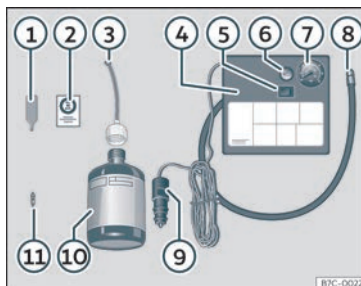

Fig. 31 Representação padrão: conteúdo do kit antifuros.
O kit antifuros está localizado na bagageira, por baixo do revestimento do piso. Inclui os seguintes componentes»» Fig. 31:
- Desenrosque a proteção e o obus da válvula do pneu. Utilize o aparelho»» Fig. 31 ① para retirar a carga. Coloque-o numa superfície limpa.
- Agite com força a garrafa de vedante de pneus»» Fig. 31 ⑩.
- Enrosque o tubo de enchimento»» Fig. 31 ③ na garrafa de vedante. O selo da garrafa partir-se-á automaticamente.
• Remova o tampão do tubo de enchimento >>> **Fig. 31 ③** e enrosque a extremidade aberta do tubo na válvula do pneu.
>>> **Fig. 31 ①** na válvula do pneu.
• Enrosque o tubo de enchimento do pneu do compressor >>> **Fig. 31 ⑧** na válvula do pneu.
• Verifique se o parafuso de evacuação de ar está fechado >>> **Fig. 31 ⑥**.
• Ligue o conector >>> **Fig. 31 ⑨** à tomada de corrente de 12 volts do veículo >>> Página 152.
• Ligue o compressor de ar com o interruptor ON/OFF >>> **Fig. 31 ⑤**.
• Cole o autocolante >>> **Fig. 31 ②** no painel de instrumentos, dentro do campo visual do condutor.
Volte a enrosocar o tubo de enchimento >>> **Fig. 31 ⑤** e verifique a pressão no manómetro **⑥**.